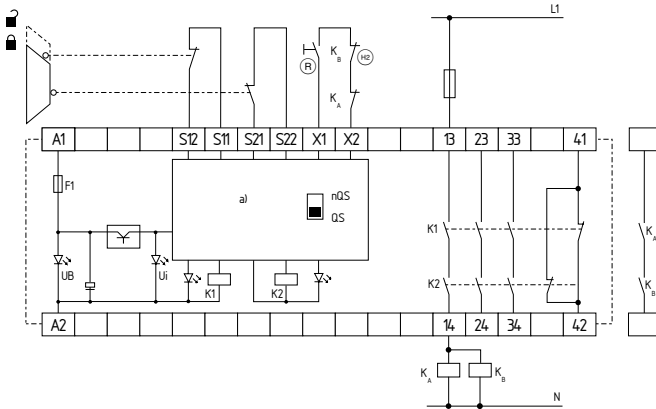

Fig. 4
L'exemple illustre un câblage à deux canaux d'une surveillance de protecteur avec deux interrupteurs de position, dont un à contact à manoeuvre positive d'ouverture, avec interrupteur de réarmement externe (R) (voir Fig. 4)
- (R) = Boucle de retour